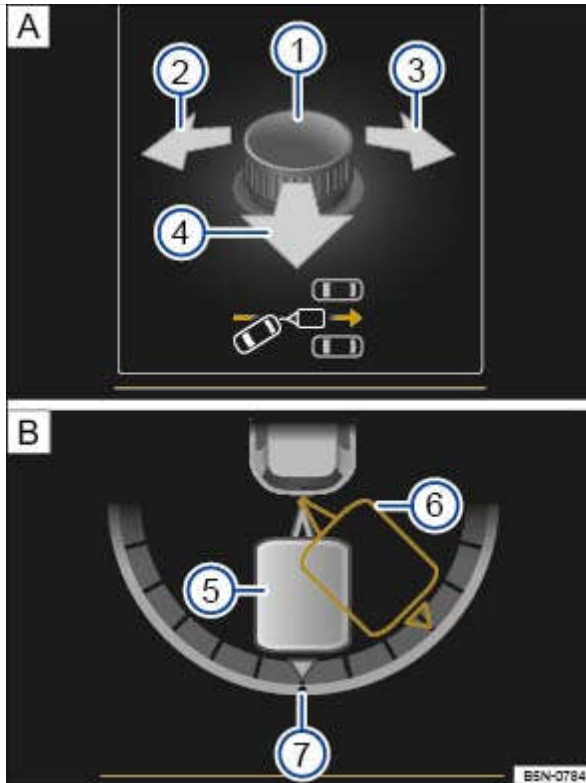

Fig. 177 Utilisation de l'assistant aux manœuvres avec remorque sur l'afficheur du combiné d'instruments : Réglage de l'angle de braquage Marche arrière
Légende de la → Fig. 177 :
L'assistant aux manœuvres avec remorque dirige lui-même la remorque dans la direction paramétrée → Fig. 177 . En tant que conducteur, vous avez la commande de l'accélérateur, de la pédale de frein ainsi que de la pédale d'embrayage s'il y en a une.
Le symbole → Fig. 177 ① représente la commande des rétroviseurs extérieurs → Rétroviseurs .
| 5. | Faites basculer la commande des rétroviseurs extérieurs → Fig. 177 ① dans la direction souhaitée → Fig. 177 ② , → Fig. 177 ③ ou → Fig. 177 ④  . Pour vous permettre de vous orienter, l'ensemble de véhicules est représenté dans sa position actuelle sur l'afficheur du combiné d'instruments  . |
| 6. | Maintenez la commande des rétroviseurs extérieurs → Fig. 177 ① inclinée dans la direction souhaitée jusqu'à ce que la position ciblée → Fig. 177 ⑥ soit atteinte dans l'indicateur d'angle  . La position de la remorque, telle qu'elle a été paramétrée, apparaît sur l'afficheur du combiné d'instruments. |
| 8. | Reculez lentement jusqu'à ce que la position souhaitée soit atteinte. A l'aide de la commande des rétroviseurs extérieurs, vous pouvez corriger l'angle que vous avez paramétré auparavant. L'afficheur du combiné d'instruments indique toujours la position réelle de la remorque → Fig. 177 ⑤ . |
1. Faites basculer la commande des rétroviseurs extérieurs dans la direction → Fig. 177 ④
- La position ciblée de la remorque → Fig. 177 ⑥ bascule en position neutre dans l'indicateur d'angle → Fig. 177 ⑦ .